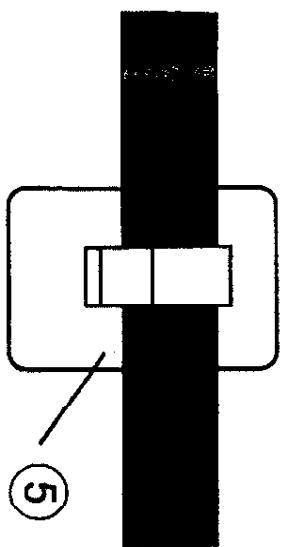

图5
- 电池盒：按住发射机正面向上推，(如图5-B所示)按图示装入一块9V电池。
- 把L-01颈挂式话筒压入话筒夹, 然后把话筒夹到您的衣服上, 注意话筒不让衣服遮住, 并且话筒应距您的下巴约8~12英寸左右。(参看图5)另一头再插入音频插座后旋紧。